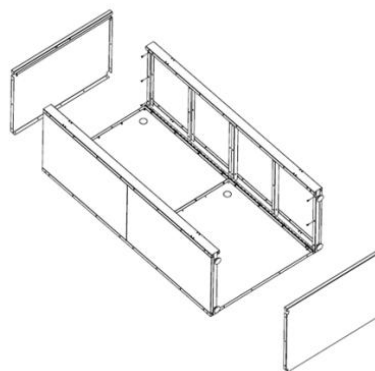

Рисунок 3
- на раме при помощи винтов M6x12 DIN 7985, гаек кузовных M6 и шайб 6) см. рис.3.